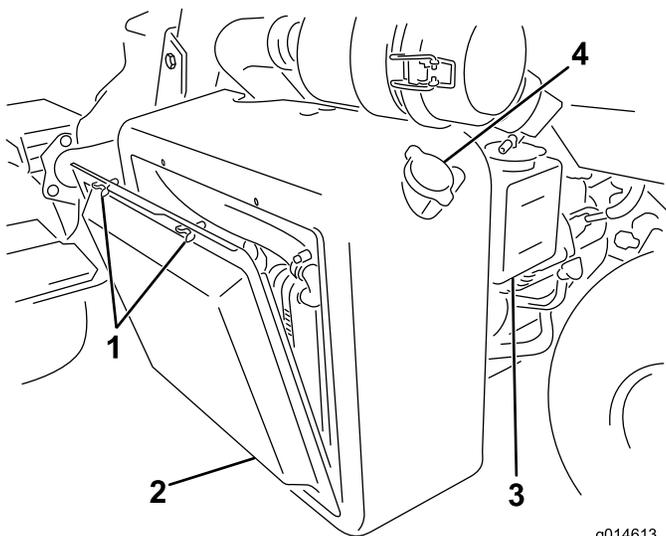

Figura 47
1. Retire la rejilla del radiador (Figura 47).
2. Compruebe el nivel de refrigerante (Figura 47 y Figura 48).